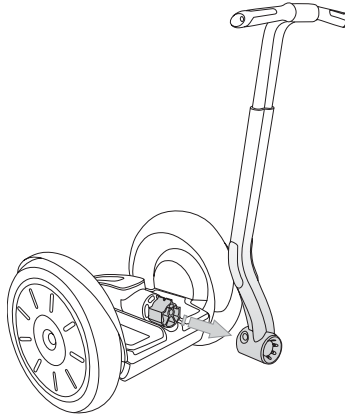

Abbildung 30. Abziehen des Lenkers/LeanSteer-Rahmens von der Steckhülse
4. Ziehen Sie den LeanSteer-Rahmen von der drehbaren Steckhülse ab (siehe **Abbildung 30**). Dies sollte jetzt leicht von der Hand gehen.